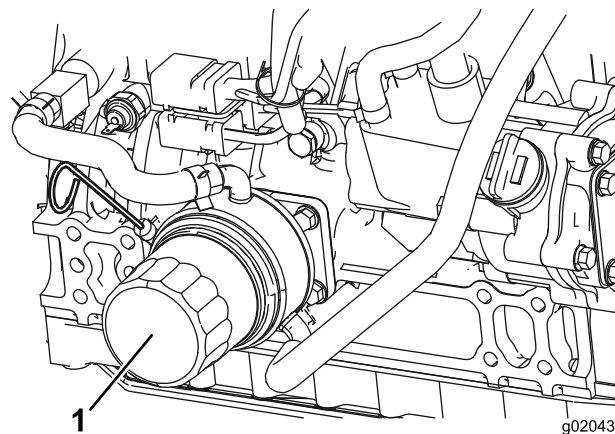

Figure 52
2. Déposez le filtre à huile (Figure 52). Appliquez une fine couche d'huile propre sur le joint du filtre de rechange avant de le visser en place. **Ne serrez pas excessivement.**